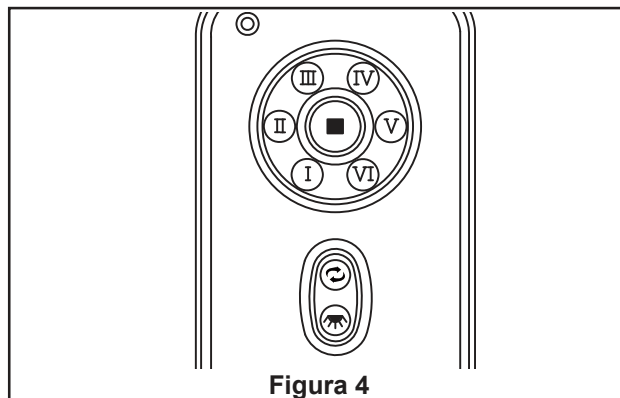

Figura 4
4. Los botones del mando a distancia se describen a continuación: (Figura 4)